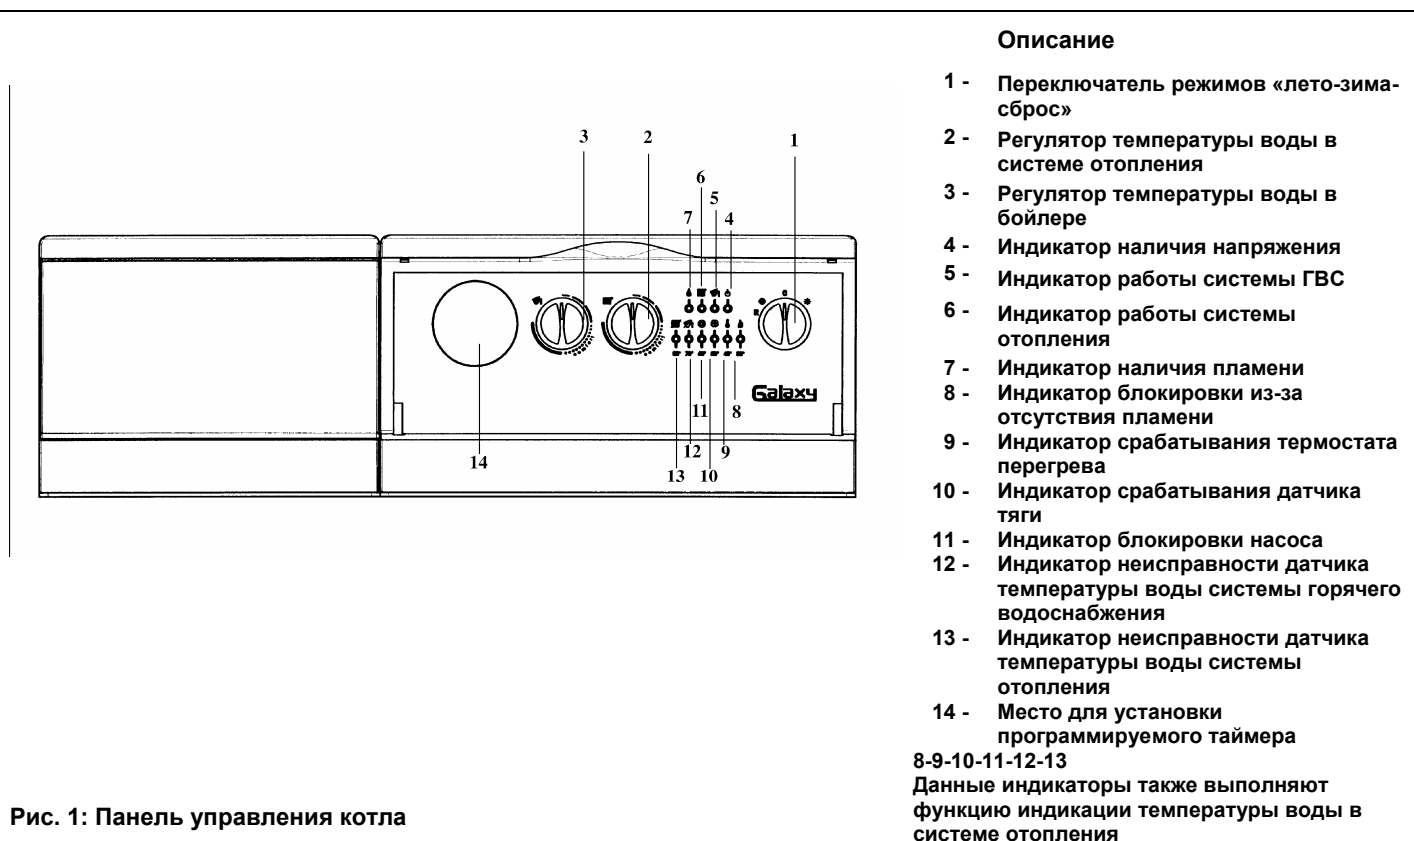

Рис. 1: Панель управления котла
- установить переключатель режимов (рис. 1, позиция 1) в положение «лето» или «зима» в зависимости от необходимого режима работы котла.
- установить регулятор температуры воды в системе отопления (рис. 1, позиция 2) на нужное значение;
- установить регулятор температуры воды в бойлере (рис. 1, позиция 3) на желаемое значение температуры горячей санитарной воды.
При положении переключателя режимов (рис.1, позиция 1) в положении «зима», по достижении заданной температуры воды в бойлере, котел автоматически переходит на обслуживание отопительного оборудования (приоритет системы ГВС). Возможно отключение функции «горячее водоснабжение», для этого установите регулятор температуры воды в бойлере (рис.1 позиция 3) на минимальное значение, соответствующее функции «защита от замерзания» бойлера.
Важная информация: при переключателе режимов «лето - зима» (рис. 1, позиция 1), установленном в положении «зима» ❄️, перед каждым очередным включением котла по сигналу регулятора системы отопления установлена задержка на несколько минут (для того чтобы избежать частых включений/выключений). Для того чтобы горелка включилась сразу, переведите переключатель в положение (0), а затем снова установите режим «зима».
- установить переключатель режимов (рис.1, позиция 1) в положение «лето»;
При положении переключателя режимов (рис.1, позиция 1) в положении «лето», горелка котла и насос бойлера будут работать только при понижении температуры воды в бойлере ниже заданной величины.
Внимание! При первом включении внутри трубы подачи газа могут образоваться воздушные пробки. В таких случаях горелка не будет включаться и произойдет блокировка котла по газу (загорается красная лампочка блокировки котла - рис. 1, позиция 8). При возникновении данной проблемы повторите процесс включения котла до поступления газа в горелку, кратковременно установив перед включением переключатель режимов (рис. 1, позиция 1) в положение R (сброс).
Данное устройство может быть снабжено комнатным термостатом для контроля температуры отапливаемого помещения. В этом случае регулятор температуры воды в системе отопления (рис.1, поз. 2) устанавливается в максимальное положение, а сигналы на включение и выключение котла поступают от комнатного термостата.
При отсутствии комнатного термостата температура помещения регулируется косвенным образом при помощи регулятора температуры воды в системе отопления (рис.1, поз. 2); при таких условиях насос системы отопления работает постоянно. Для увеличения температуры повернуть регулятор по часовой стрелке, для уменьшения - против часовой стрелки.
- Установить переключатель режимов (рис. 1, поз. 1) в положение (0), проследив, чтобы лампочка-индикатор (рис. 1, позиция 4) погасла; таким образом отключается электроснабжение котла.
- Установить переключатель режимов (рис.1, позиция 1) в положение «лето» ☀, в этом случае котел работает только на систему ГВС.
- переключатель режимов (рис.1, позиция 1) не установлен в положение (0);
В случае если Вы не хотите, чтобы нагревалась вода, находящаяся в бойлере, установите регулятор (рис.1, позиция 3) на минимум (○), электронная система управления котла проследит за тем, чтобы температура воды в бойлере не опускалась ниже 5°С.